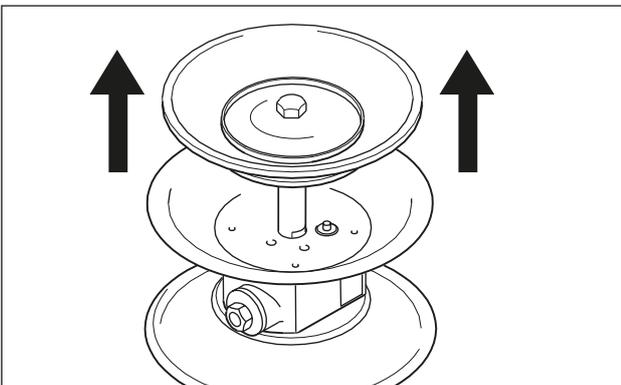

Fig. 12: Extraer el vástago del émbolo.
- Extraiga el vástago del émbolo con la segunda membrana, sacándolo del bloque central. Desmonte la segunda membrana procediendo como se ha descrito antes (Fig. 12).
- Tirar de la varilla con el segundo diafragma fuera del bloque central y desmontar el segundo diafragma. (fig. 12).